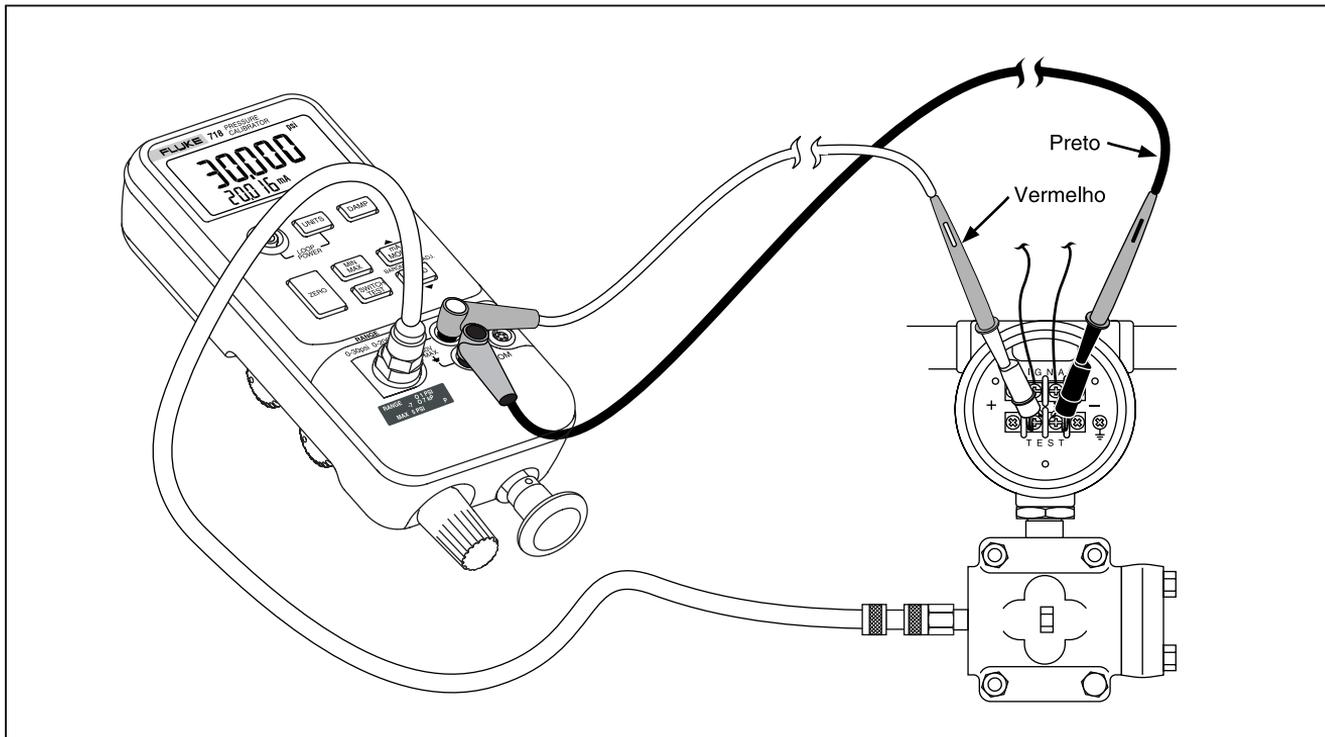
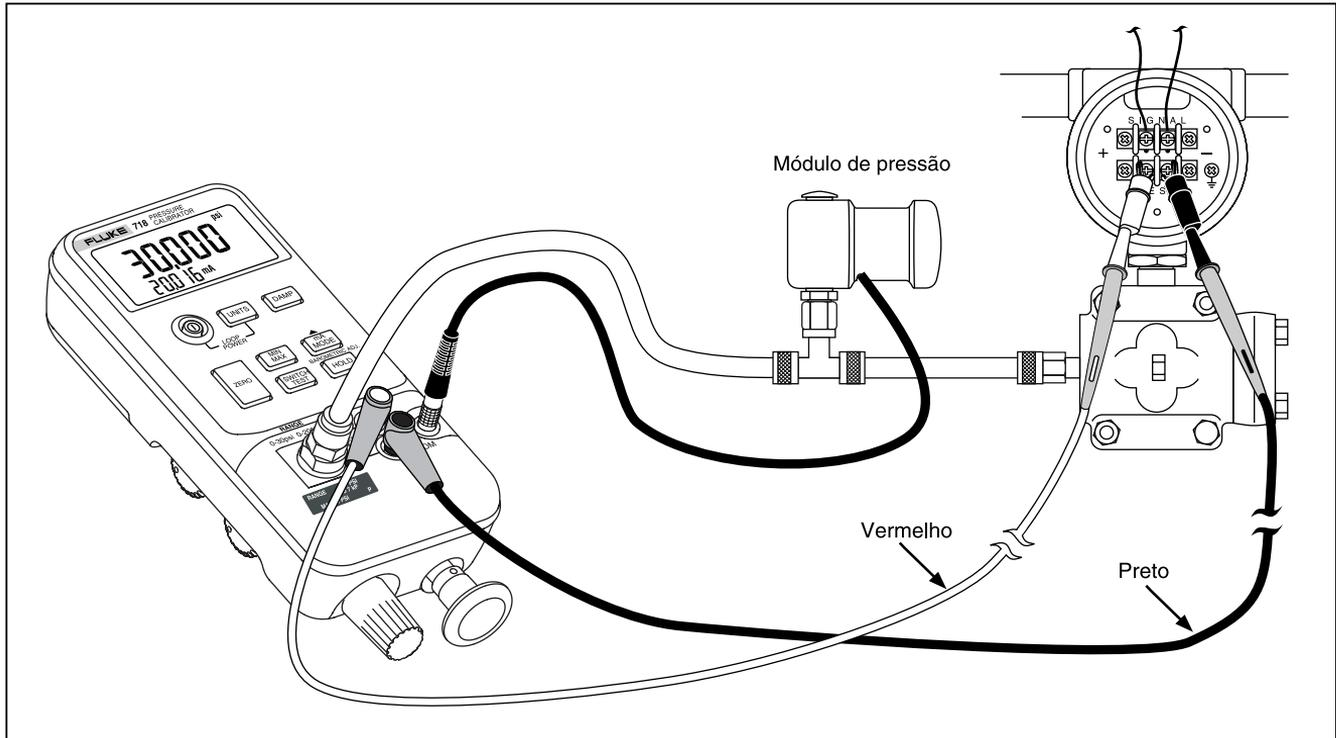

Figura 4. Sensor interno de pressão com bomba interna
Figura 5. Módulo de pressão com bomba interna
A melhor forma de se usar a bomba interna é mostrada na Figura 4, em que o calibrador indica a pressão medida com o sensor interno e fornecida pela bomba interna.
A bomba interna também pode ser usada com determinados módulos de pressão Fluke Série 700. Nesse caso, a pressão medida pelo módulo de pressão é indicada pelo calibrador. Os módulos de pressão adequados para cada modelo de calibrador estão indicadas na Tabela 6. A Figura 5 abaixo mostra a bomba interna sendo usada com um módulo de pressão.
2. Conecte o transmissor de pressão que está sendo testado ao sensor interno do calibrador, conforme mostrado na Figura 4 (para medições com sensor interno de pressão) ou na Figura 5 (para medições com o módulo de pressão.)